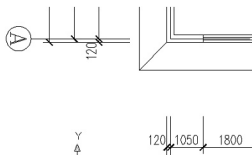

图 3.114 插入后的“轴线编号”图块
(3) 在输入轴线编号<1>:提示下,输入“A”后按Enter键,结果如图3.114所示,可以发现文字“A”的方向不对,需要修改。